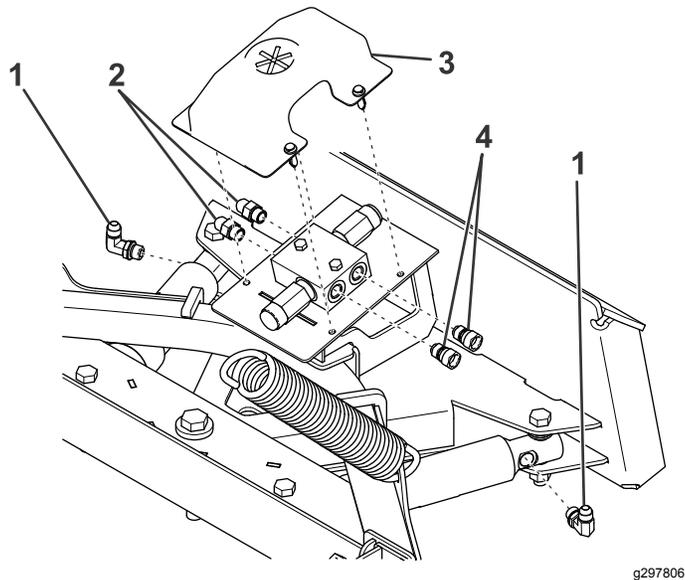

Figura 6
1. Retire la cubierta de la válvula de alivio (Figura 6).
2. Usando fijador de roscas, instale un acoplamiento de 90° en cada cilindro de inclinación situado en el conjunto del bastidor de empuje (Figura 6).
3. Usando fijador de roscas, instale 2 acoplamientos hembra en el lado izquierdo del bloque hidráulico (Figura 6).
4. Usando fijador de roscas, instale 2 acoplamientos macho en el lado derecho del bloque hidráulico (Figura 6).